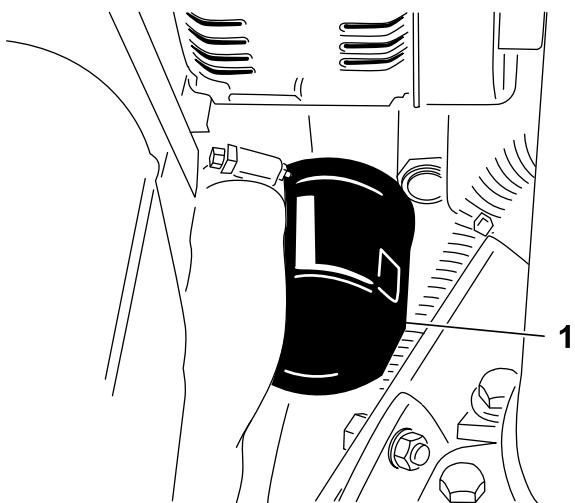

Figura 42
3. Togliete il filtro dell'olio (Figura 42).